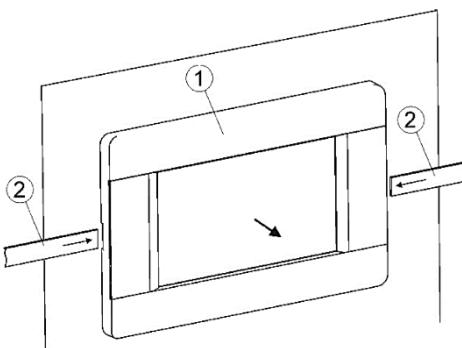

Abbildung 11: Abnehmen des Bedienfelds
Zum Auswechseln der Schalttafel (1) muss die Tafel von der Kesseltürabdeckung entfernt werden, indem geeignete flache Gegenstände (2) in die in Abbildung 11 gezeigten Schlitze eingeführt werden. Dadurch lösen sich die Blendenanschlüsse und die Blende kann entfernt werden.